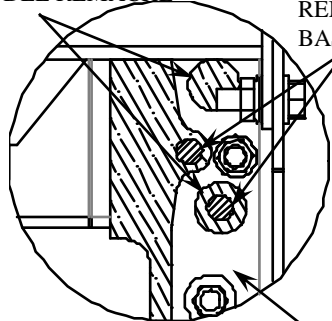

FIGURA 2
1. LEVANTE LOS SOPORTES LATERALES A SU POSICIÓN ALINEANDO EL ORIFICIO DE DESPEJE DEL REMACHE Y LA MUESCA EN EL SOPORTE CON LOS REMACHES. SUJETE AL LARGUERO DEL BASTIDOR. (VER FIGURA 2)